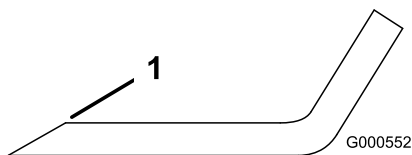

Figura 57
- Utilice una lima para afilar el filo de corte en ambos extremos de la cuchilla (Figura 57).
Nota: Si la cuchilla no está equilibrada, rebaje algo del metal en la parte de la vela solamente con una lima (Figura 57).